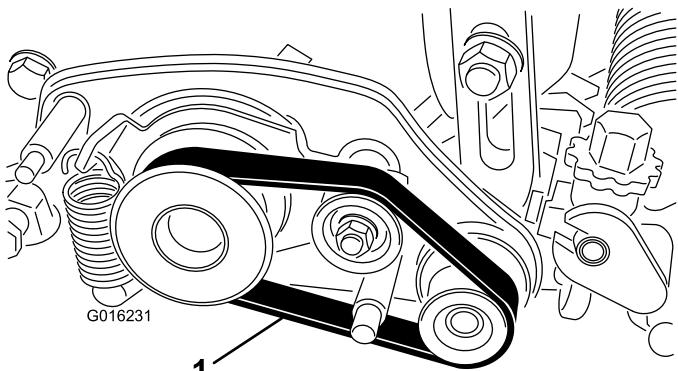

图30
2. 从主动皮带轮、怠轮皮带轮和从动皮带轮上拆下皮带 图30。